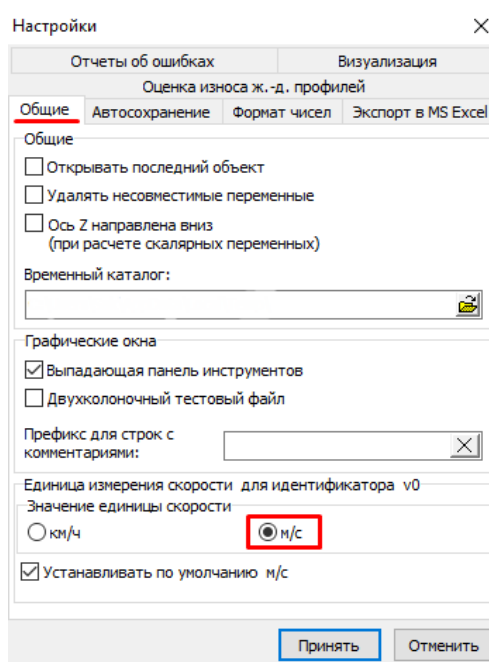

Рис. 13. Окно настроек
4. Перед началом моделирования необходимо убедиться, что значение единиц измерения скорости задано в м/с. Выберите пункт меню **Инструменты | Настройки** и убедитесь, что в появившемся окне **Настройки** на вкладке **Общие** в поле **Единица измерения скорости** для идентификатора **v0** выбраны **м/с**, см. рис. 13.